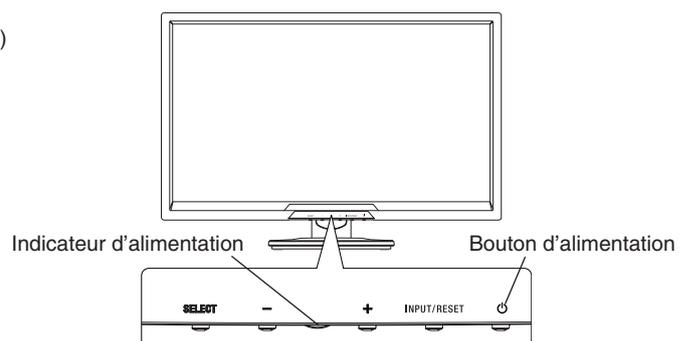

Figure E.1
5. Allumez le moniteur avec le bouton d'alimentation situé à l'avant (**Figure E.1**) ainsi que l'ordinateur.